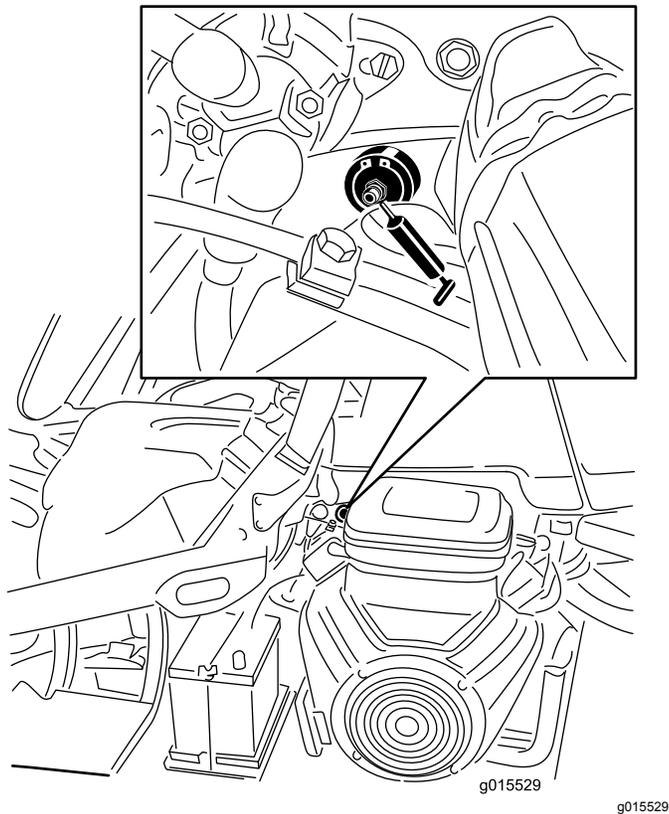

图28
1. 擦干净黄油嘴这样就不会导致异物进入轴承或轴套中图28。